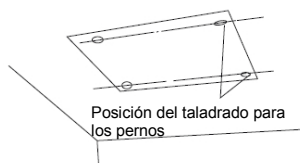

Fig. 5
- (1). Con la plantilla de instalación, taladre los agujeros para los pernos (cuatro agujeros). (Fig. 5)